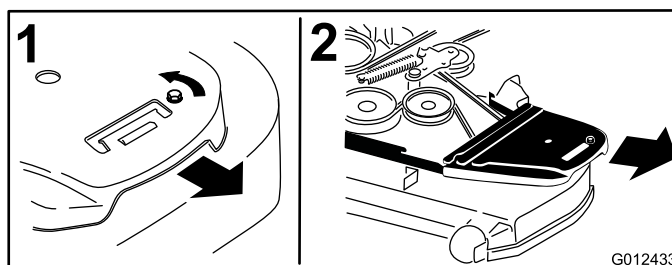

Figure 73
4. Déposez les couvercles de courroies ainsi que les boulons fixés dessus (Figure 73).